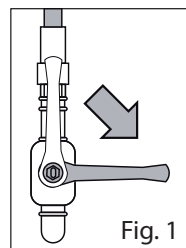

Fig. 1
Cerrar (en su caso) la válvula de alimentación de red (Fig. 1).
- Cerrar la llave de corte arriba del aparato (Fig. 1);
- Cerrar la llave de corte arriba del aparato (Fig. 1).
- Sustituir el inyector piloto (Fig. 1) por el correspondiente al gas seleccionado según indicado en la Tabla de referencia.
- Desatornillar el tornillo de bloqueo (Fig. 1).
- Donde previsto programar la distancia (X) mm del casquillo correspondiente al gas seleccionado (véase Tabla Gas de referencia).
- Con las adecuadas herramientas, regular la apertura del agujero piloto (Fig. 1) de modo de tener: